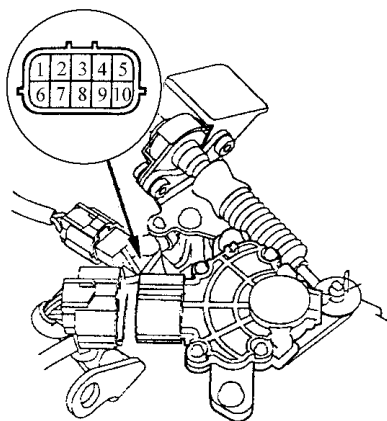

图5-72 拆卸变速器档位开关
2) 如图5-72所示,断开变速器档位开关插接器。插接器端子规范见表5-16所示。